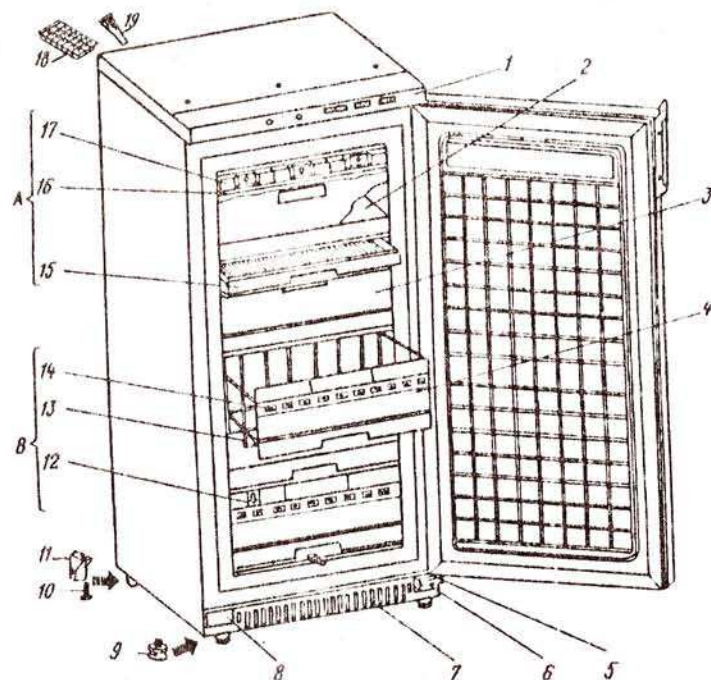
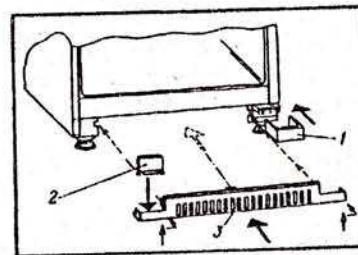

Рис. 1. Общий вид морозильника.
Рис.4. Схема установки кронштейна:
| Рис.1          |                       |            |
5.2. В освободившиеся передние отверстия в дне шкафа морозильника установите две опоры с гайками 9 (рис.1), в два задние ролики 11. Для их крепления применяйте болты 10, которыми крепились доски.
5.4. Для установки аккумуляторов холода 17 (рис.1), находящихся в средней корзине 13, используются два прутка 16, находящиеся в комплекте, которые предварительно вставляются в впадины верхних пазов внутреннего шкафа. Затем аккумуляторы устанавливаются на прутки пазом на передний пруток.
5.8. Установите комплектующие изделия в морозильник по рис.1. Установка деталей 6, 7, 8 (рис.1) показана на рис.4 при открытой двери морозильника.
Сначала на петлю нижнюю одевается кронштейн 1. Затем кронштейн 3, немного приподняв двумя руками вверх, зацепить ручками, как показано на рис.4 и дополнительно нажать рукой по центру, где защёлка закрепит его окончательно. Последней в кронштейн вставляется шторка 2.
6.2. В торце крышки морозильника расположен блок управления и наблюдения 1 (рис.1).
6.5. Откройте полку 2 (рис.1), откинув щиток 3. Щитки легко откидываются, если их потянуть незначительным усилием сначала вверх (по стрелке, обозначенной на щитке), затем на себя.
6.6. Свежие продукты, предназначенные для замораживания, равномерно размещайте в двух верхних отделениях морозильника А (рис.1). Если масса замораживаемых продуктов 10 кг и менее, замораживаемые продукты можно расположить в одном из этих отделений. В любом случае продукты охладятся до требуемой температуры (минус 18° С) не более чем через 24 часа работы морозильника. Следующую порцию для замораживания рекомендуется помещать в морозильник по истечении 24 часов после первой загрузки, разложив её в одном или двух отделениях А (рис.1) (в зависимости от количества замораживаемых продуктов) предварительно распределив по корзинам замороженные продукты, если они там имелись. По возможности освобождайте верхнее отделение А
(рис.1) от замороженных продуктов заблаговременно, сохраняя его для новой порции свежих продуктов.
Не кладите продукты вплотную к щиткам 3 (рис.1), оставляйте небольшой зазор. Это исключит возможность поломки щитков.
На упаковке следует делать пометки о содержимом пакета и ставить дату замораживания. Указатель 12 (рис.1) подвиньте на соответствующее обозначение пиктограммы 14 (рис.1). Пиктограмма в морозильнике даёт сведения о сроках хранения (в месяцах) некоторых продуктов.
6.9. Для приготовления пищевого льда заполните форму для льда 18 (рис.1) питьевой водой и поместите на полку 2 (рис.1).
6.10. Аккумуляторы холода 17 (рис.1), расположенные в верхней части морозильника, обеспечивают более длительную сохранность продуктов в случае аварийного отключения электроэнергии или неисправности морозильника.